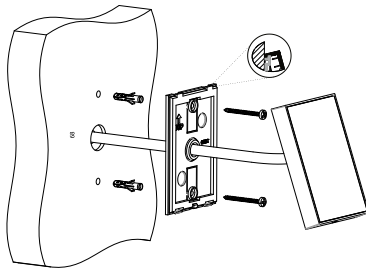

Abb. 2: Montage des Lesegeräts
3. Richten Sie das Lesegerät an der Oberkante des Montagepads aus (Abbildung 2) und klicken Sie es an.
4. Sichern Sie dann das Lesegerät mit der Verriegelungsschraube (4)